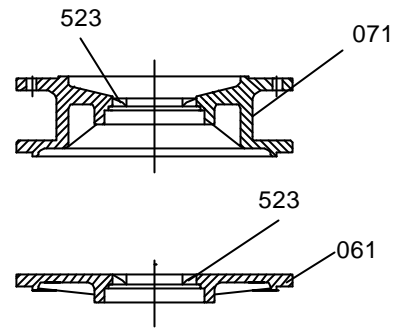
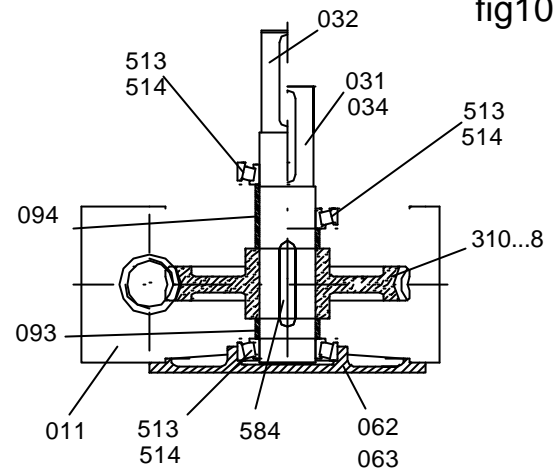

fig 10
fig 11
4 - Acto seguido se procede a voltear el equipo con el eje de salida hacia arriba y llenar con la cantidad de lubricante adecuada para esa unidad (fig 10). Para finalizar se coloca el reten de salida (523) en la tapa de salida (061...3) o brida de salida (071) según corresponda y se cierra el equipo previa colocación de sellajuntas (fig11).